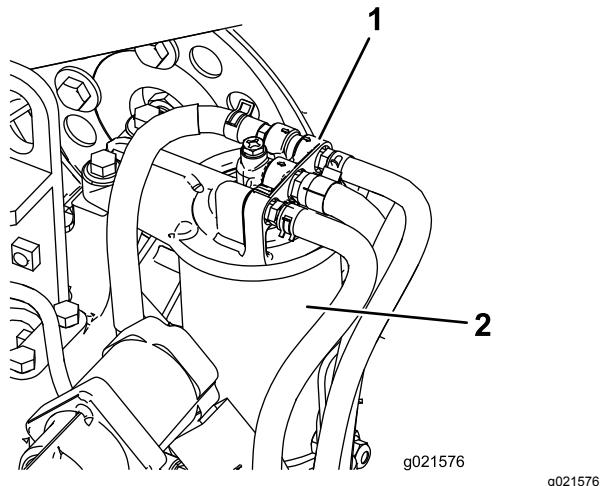

Figura 60
- Limpe a zona em torno da cabeça do filtro de combustível (Figura 60).
2. Retire o filtro e limpe a superfície de montagem da cabeça do filtro (Figura 60).